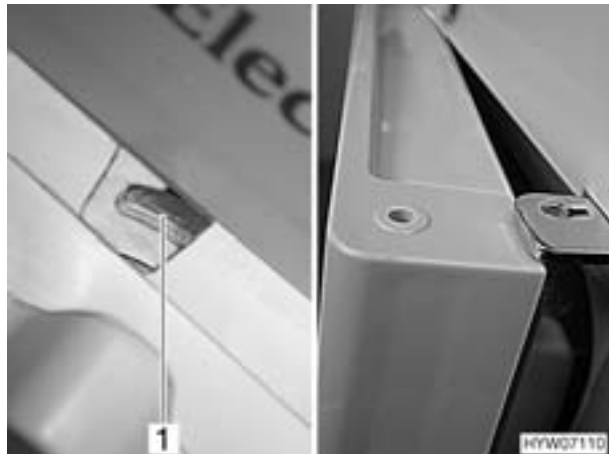

Bild 163 Kühlschranktür/Frosterfachtür in Lüftungsstellung (Variante 5)
- Verriegelung ganz nach rechts schieben. Die Kühlschranktür ist mit Hilfe der Türarretierung (Bild 163,1) fixiert. Die Kühlschranktür bleibt damit leicht geöffnet (Bild 163).